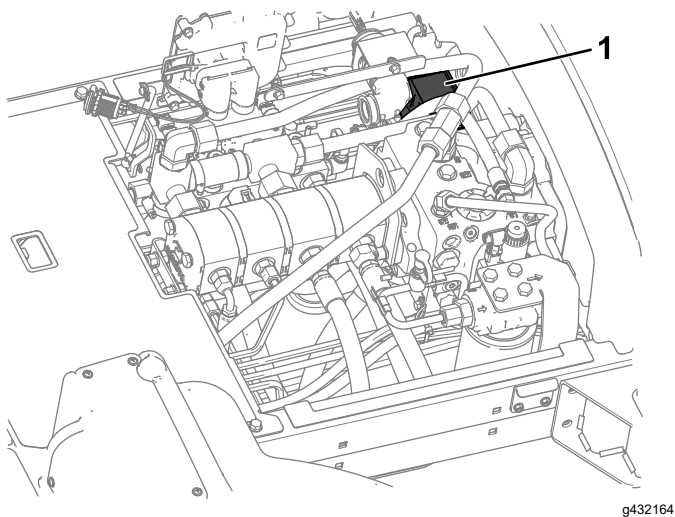

Figura 94
3. Substitua o fusível queimado (Figura 94) por um do mesmo tipo e classificação de amperagem.